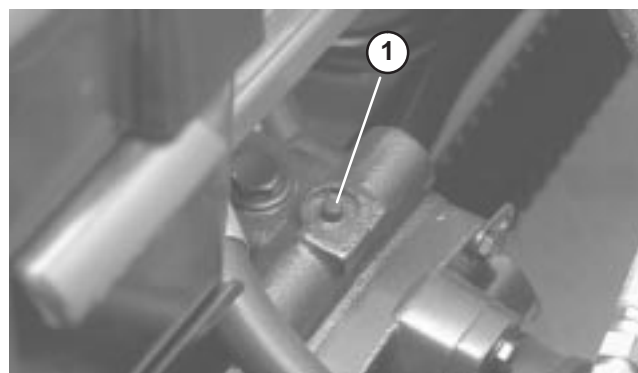

Figure 30
1. La vanne de dérivation se trouve en haut de la pompe hydraulique (Fig. 30). Tournez la vanne à 90° dans un sens ou dans l'autre pour l'ouvrir et dériver l'huile à l'intérieur de la transmission. Il est alors possible de déplacer la machine lentement sans endommager la transmission.